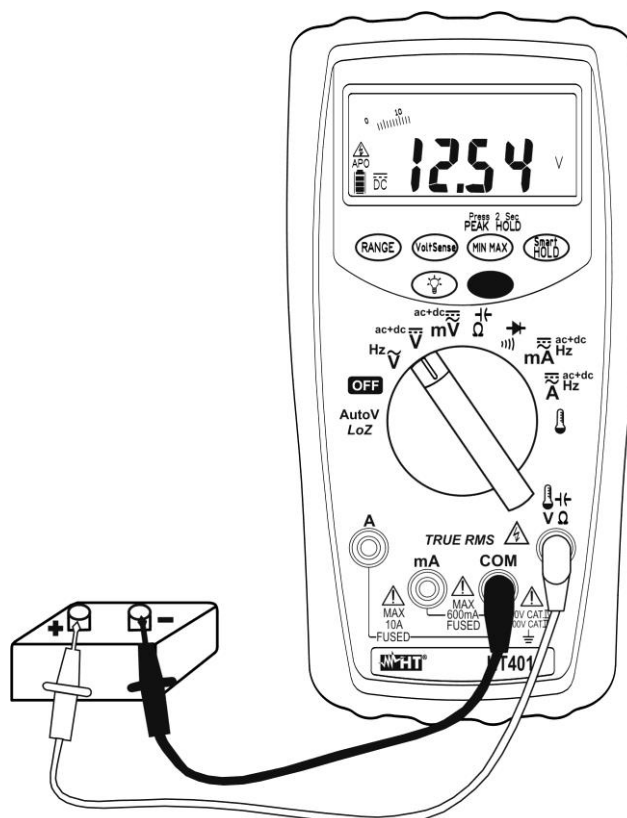

Fig. 2: Medida de Tensión CC
4. Inserte el cable rojo en el terminal de entrada $\overline{V}\Omega$ y el cable negro en el terminal de entrada **COM** (vea la Fig. 2)
7. La visualización del símbolo "-" sobre el visualizador del instrumento indica que la tensión tiene sentido opuesto respecto a la conexión de Fig. 2